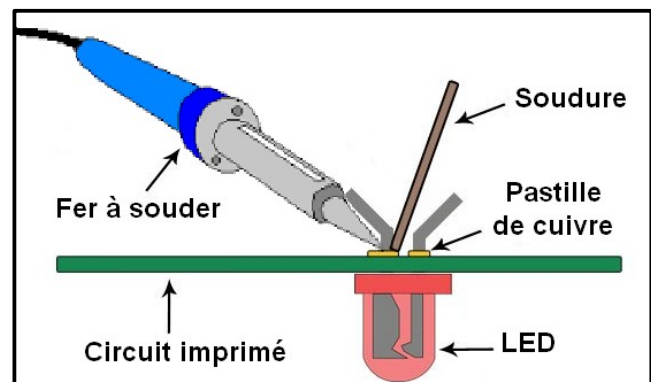
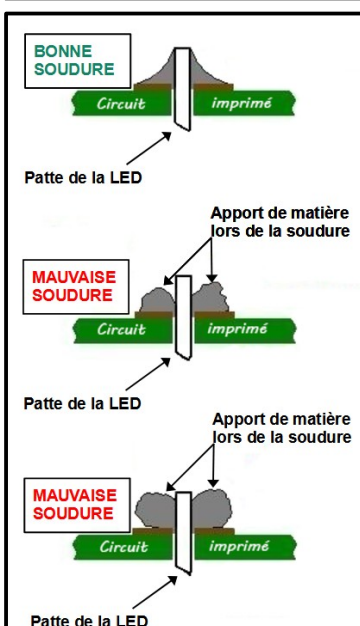

Figure 3
Figure 4
- **Etape 3** : Souder les LED en s'appuyant sur la figure 3. La figure 4 montre la qualité de la soudure à obtenir.